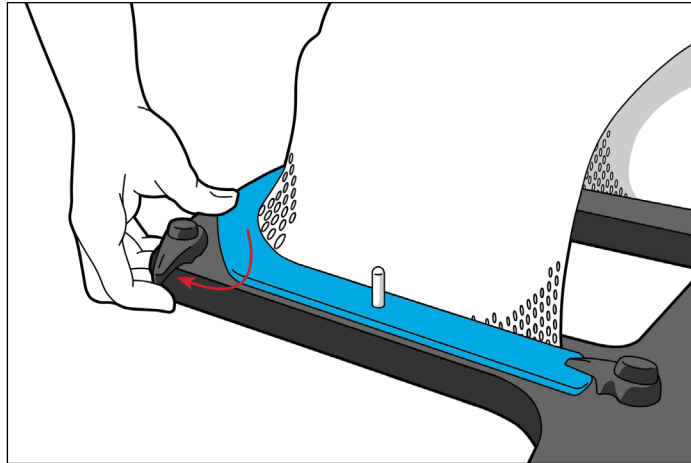

Fig. 4
1. Ruotare tutti i blocchi della maschera fino a quando l'estremità appuntita non è rivolta verso il centro del dispositivo AccuFix™ (Fig. 4).